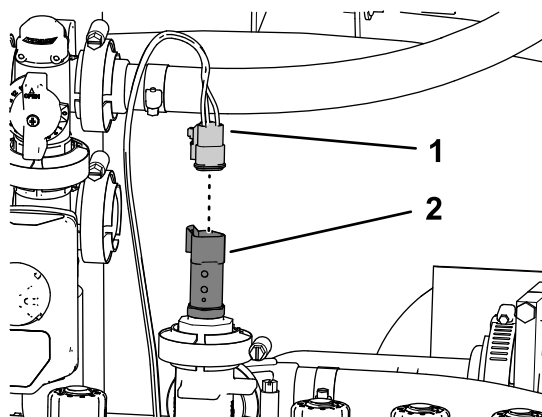

Figura 132
1. Insira o conector de três tomadas da secção com 61 cm da cablagem do kit rotulado CUNHA VERDE DO TRANSDUTOR DE PRESSÃO (pressure transducer green wedge) no conector de três pinos do transdutor de pressão (Figura 132).